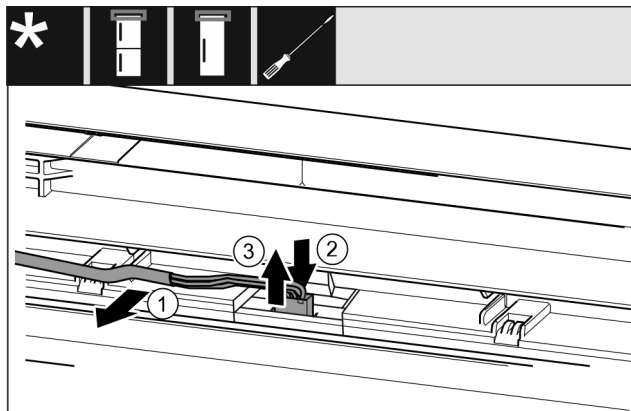

Fig. 19 Combine frigorifice / Congelatoare / Frigidere
- ▶ Desprindeți cu precauție cablul Fig. 19 (1) din ghidajul din ușă.
- ▶ Apăsăți eclisa Fig. 19 (2) din spatele fișei spre înapoi.
- ▶ Extrageți cu precauție fișa Fig. 19 (3) în sus.